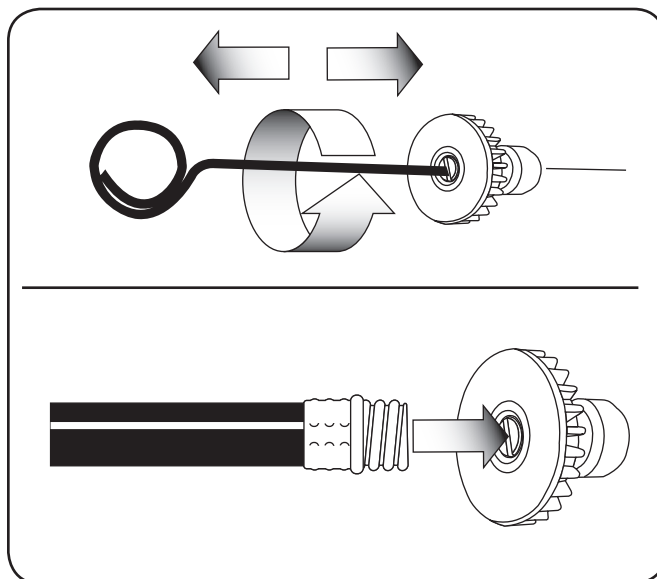

Figure 6-1
4. Retirer la buse haute pression (K) du tube de pulvérisation. Retirer toute trace d'obstruction à l'aide de l'outil de nettoyage de buse fourni puis rincer à l'eau fraîche en sens contraire. Voir Figure 6-1.